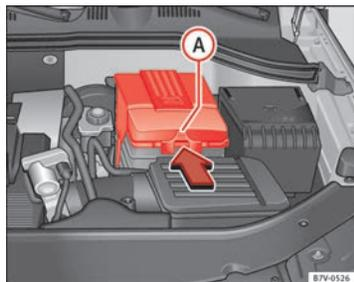

Fig. 175 Dans le compartiment moteur : retirez le couvercle de la batterie du véhicule.
- En présence d'un cache : appuyez sur la languette ⇒ fig. 175 (A) dans le sens indiqué par la flèche et retirez le cache vers le haut.